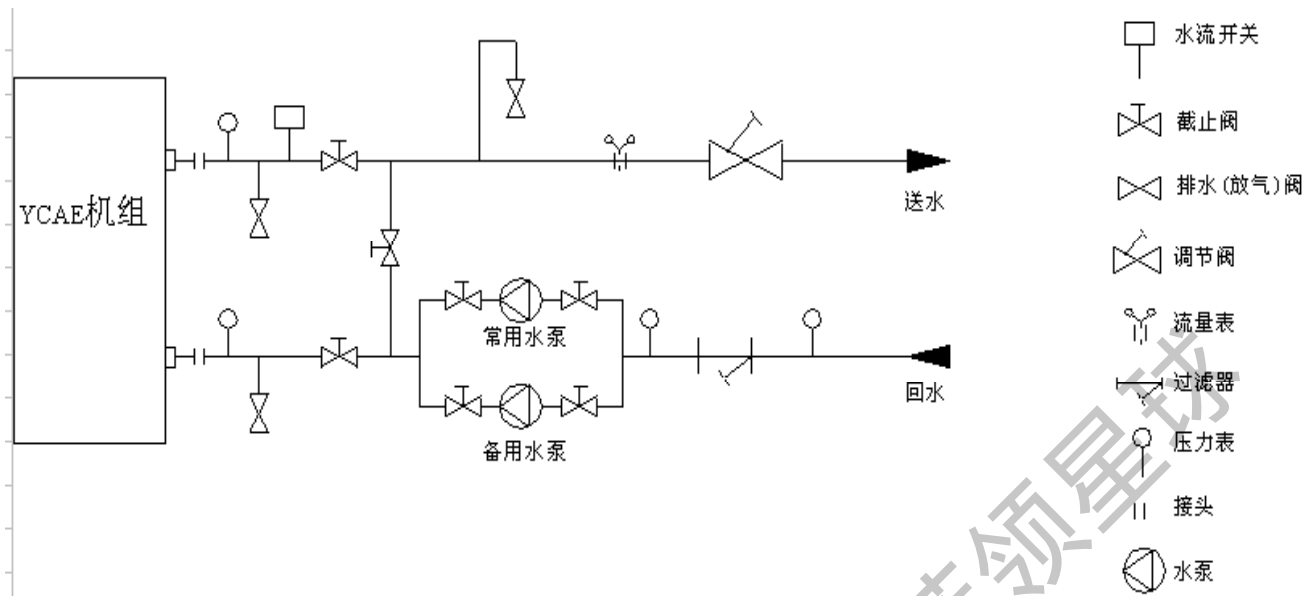

图 6 水路安装示意图
4. 在机组的总的出水管上（单个机组就在该机组的出水管上，多个模块组成的一个系统则安装在该系统总的出水管上）必须安装一个水流开关，以便对机组实现断流保护。水流开关两端必须保证有 5 倍管径的水平直管段。水流开关的安装必须严格按照“水流开关安装调试指南”进行操作（见图 6）。水流开关应用屏蔽电缆将线路接至控制箱（详见电气原理图），将其和机组联锁。管道安装完成后根据机组额定水流量调整水流开关的设置值至合适位置。